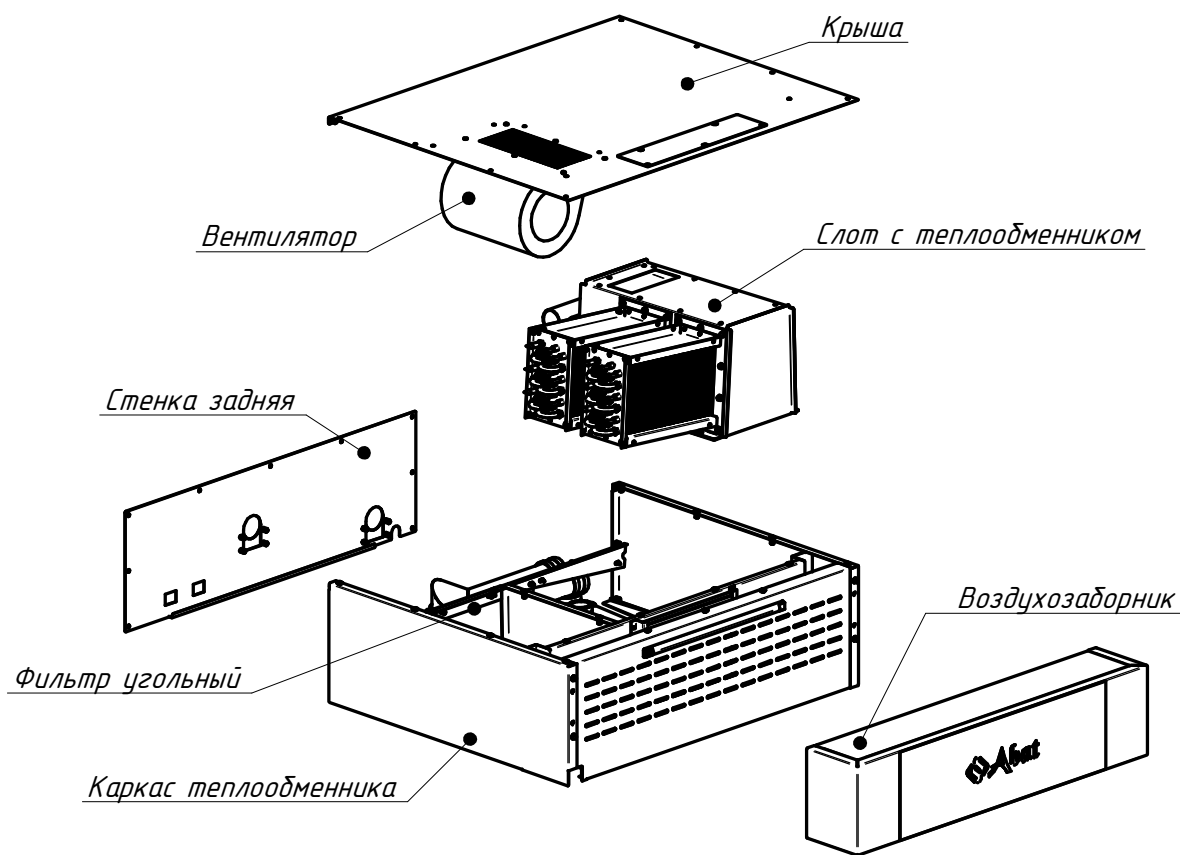

Рис.2 – состав зонта
Зонт состоит из двух основных частей: каркаса теплообменника и воздухозаборника (Рис.2)
- слот с теплообменником. В теплообменнике шесть глухих контуров. В каждый контур заправлен хладагент. Внутренний объем слота является пароконденсатором, имеющим окно в верхней части. Слот с теплообменником оборудован патрубком для слива конденсирующейся жидкости в канализацию (см.Рис.2).